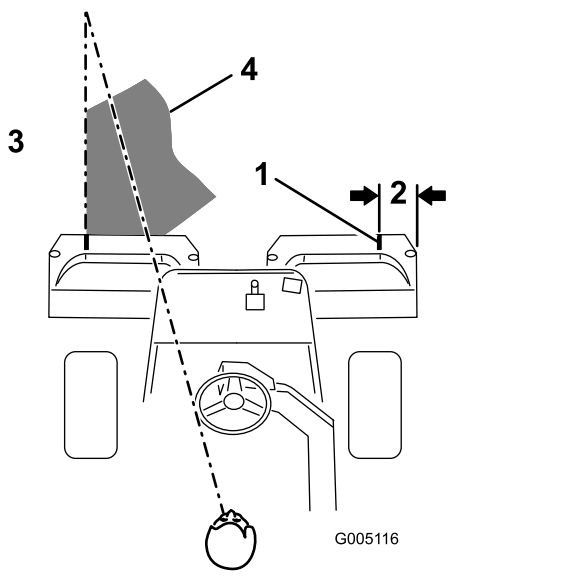

図 24
**注** グリーン内をぶれずにきれいに直進し、刈り込みの済んだ列との距離を一定に保って走るためには、車体前方 1.8 から 3 m のところに視線を置いて、刈り込み済みの済んでいる列にラインを合わせるようにするのがコツです 図 24。ハンドルを目印にして距離を合わせても良いでしょう。その場合、ハンドルの縁と本機前方の目標ラインとを重ねて見ながら運転します。